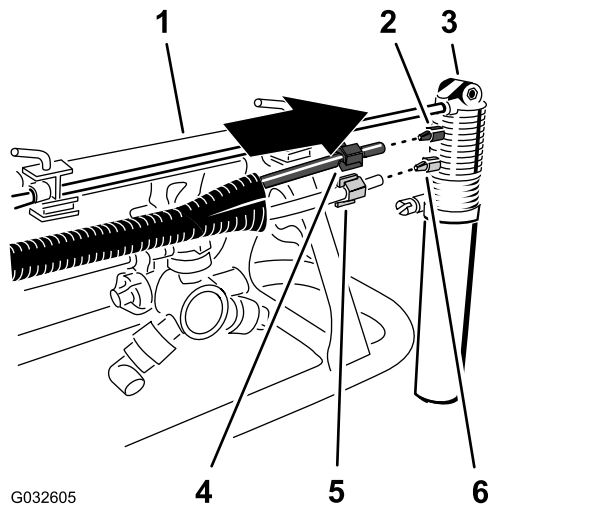

图23
2. 将透明管子带白色压紧螺母的一端与泡沫标记喷嘴的白色接头对齐然后用手拧紧压紧螺母图23。
3. 将蓝色管子带蓝色压紧螺母的一端与泡沫标记喷嘴的蓝色接头对齐然后用手拧紧压紧螺母图23。
1. 滑动蓝色管子两端的蓝色压紧螺母和透明管子两端的白色压紧螺母图23。